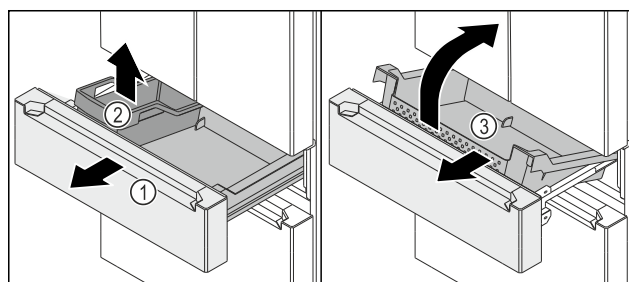

Fig. 127
- Sortir le chariot à glissière Fig. 127 (1) jusqu'en butée.
- Retirer la FlexBox Fig. 127 (2).
- Soulever l'avant du bac Fig. 127 (3).
- Retirer le bac Fig. 127 (3) par l'avant en l'inclinant.